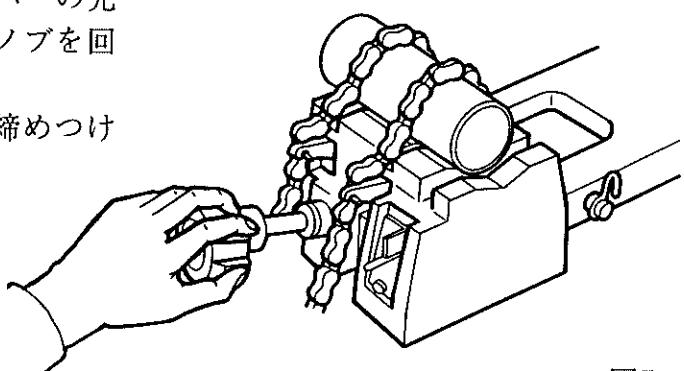

図7
⑤被切断材はバイスV溝に接するように置き、チェーン把手を持ち被切断材にチェーンを掛け、クランパーの先にチェーンピンを引っ掛けてから、クランプノブを回して締めつけます。(図7)